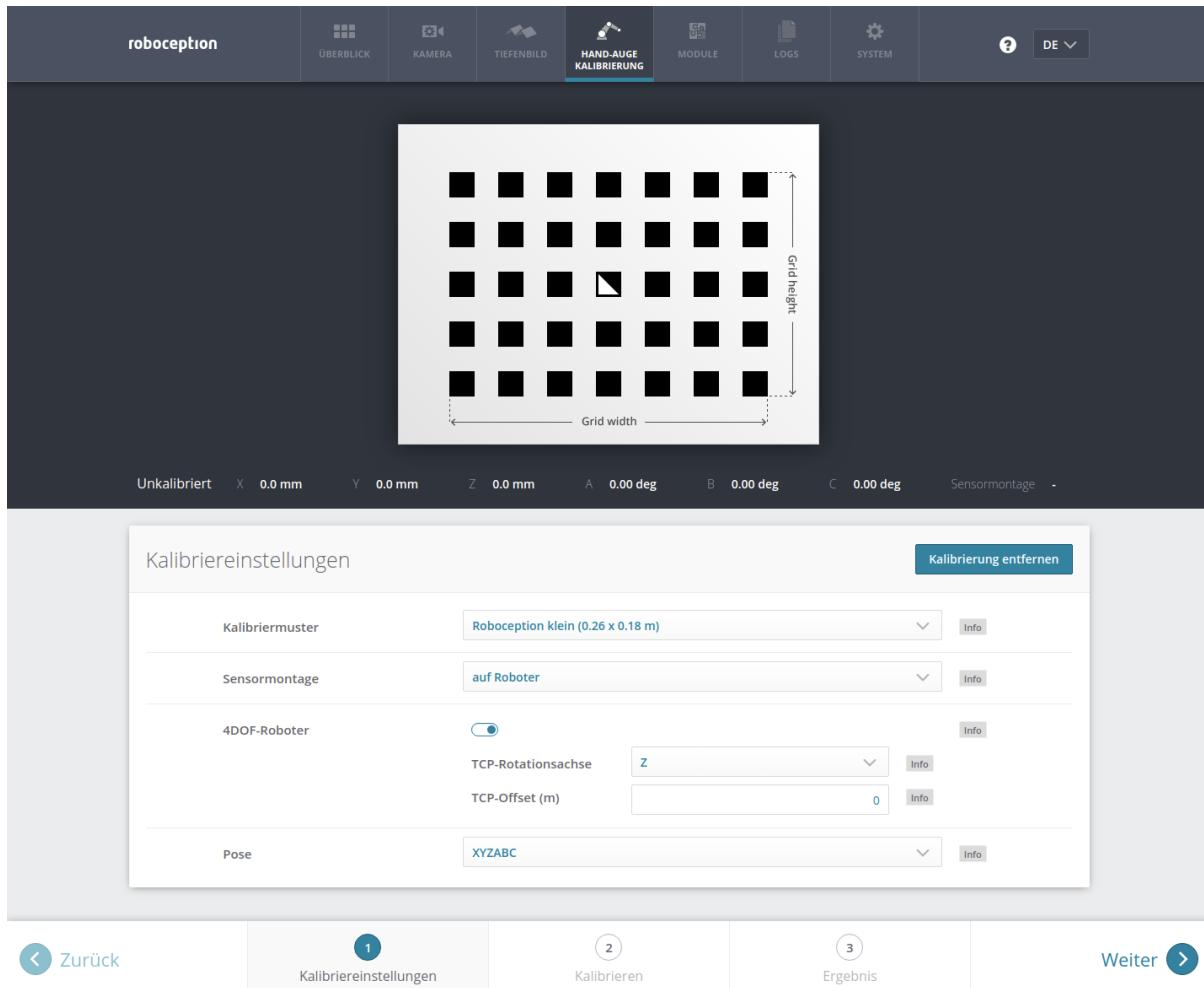

Abb. 5.10: Erfassung der Parameter zur Hand-Augen-Kalibrierung in der Web GUI des *rc\_cube*
**Web GUI-Beispiel:** Die Web GUI bietet eine Oberfläche, über die sich diese Parameter im ersten Schritt der Kalibrierroutine, wie in Abb. 5.10 gezeigt, erfassen lassen. Neben den Angaben zur Mustergröße und Kameramontage kann der Benutzer in der Web GUI auch die Kalibrierung von 4DOF-Robotern einstellen. In diesem Fall müssen die Rotationsachse, sowie der Offset vom TCP zum Kamerakoordinatensystem (für Kameras am Roboter) oder zur Oberfläche des Kalibermusters (für statische Kameras) angegeben werden. Außerdem kann das Format für Posen eingestellt werden. Dieses Format wird im nachfolgenden Schritt 2 des Kalibriervorgangs verwendet, um die Roboterposen zu übertragen. Folgende Formate sind möglich: XYZ+ZABC für Positionen und Eulersche Winkel oder XYZ+Quaternion für Positionen samt Quaternionen für die Darstellung von Drehungen. Für die genauen Definitionen siehe *Formate für Posendaten* (Abschnitt 11.1).